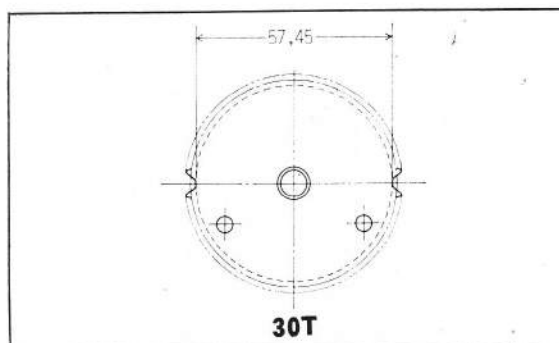

Figure 2-18 : pignon d'arbre à cames
8. Diamètre du pignon de l'arbre à cames, au fond des dents : 57,45 mm (figure 2-18).